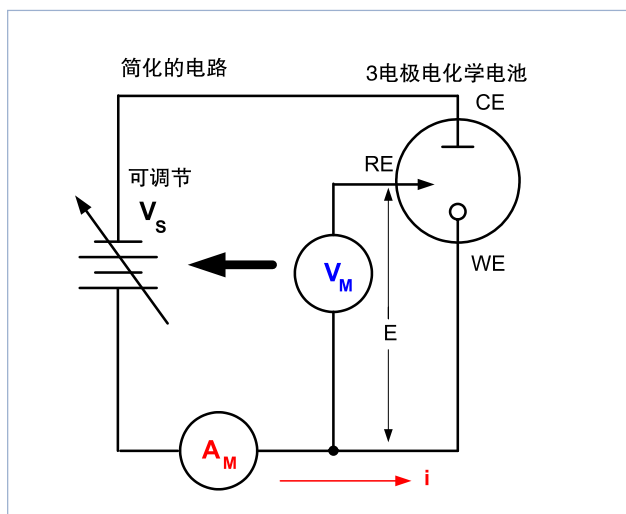

图 1. 执行循环伏安测量使用的简化的测量电路。
循环伏安测量 (CV) 是一种电位扫描方法，也是最常用的电化学测量技术，其一般采用 3 电极电池。图 1 显示了由一块电化学电池、一块可调节的电压源 (V_s)、一个电流表 (A_M) 和一个电压表 (V_M) 组成的典型的电化学测量电路。电化学电池的三个电极是工作电极 (W_E)、基准电极 (R_E) 和反电极 (C_E)。WE 和 CE 之间应用电位扫描使用的电压源 (V_s)。RE 与 WE 之间的电位 (E) 使用电压表测量，然后调节整体电压 (V_s)，在 WE 上相对于 RE 保持希望的电位。得到的与 WE 之间的电流 (i) 使用电流表 (A_M) 测量。